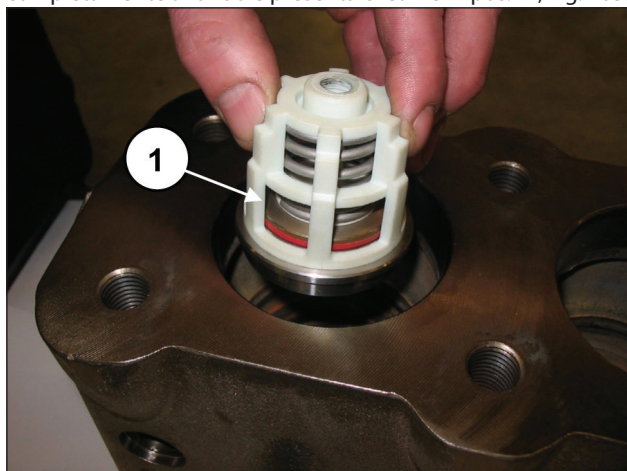
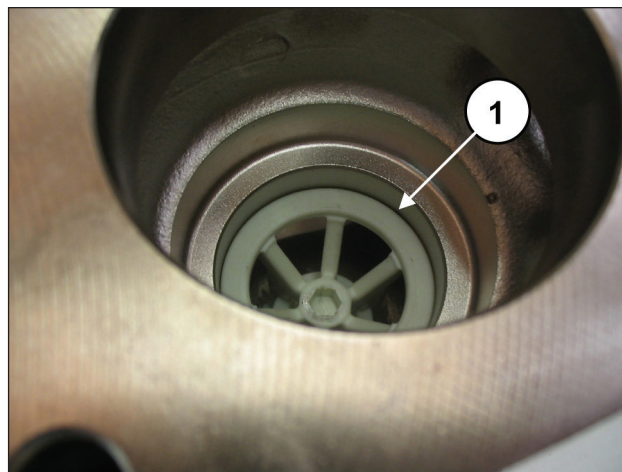

Fig. 104
Fig. 105
Inserire il gruppo valvola di aspirazione (pos. ①, Fig. 104) e successivamente il distanziale (pos. ①, Fig. 105).
Il gruppo valvola completo deve essere inserito completamente a fondo e presentarsi come in pos. ①, Fig. 105.